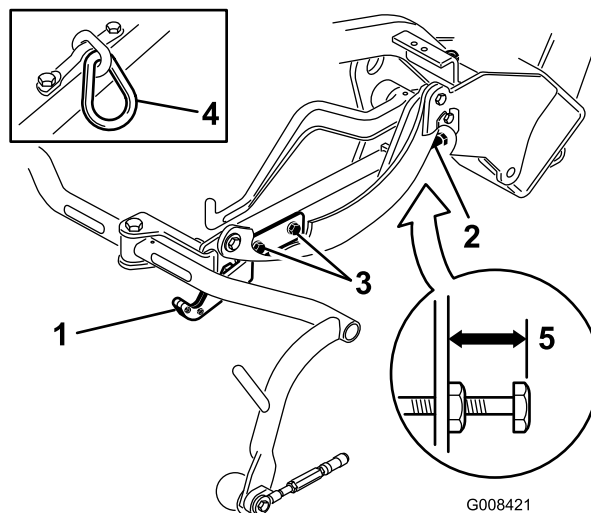
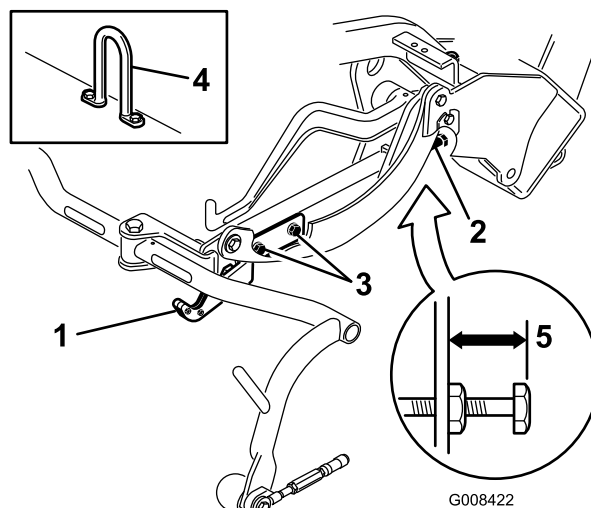
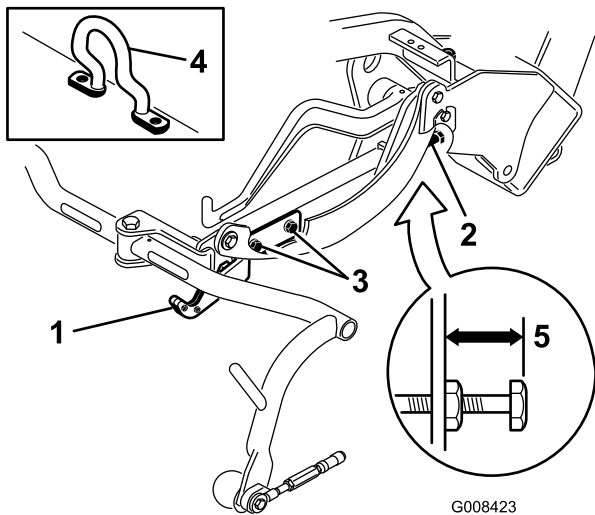

Figura 19
Figura 20
Figura 21
Verifique a altura de transporte (Figura 19 & Figura 20) e ajuste-a, se necessário.
- Em unidades de corte equipadas com um elo de corrente ou um cilindro de elevação recto (Figura 19 e Figura 20, em destaque) verifique se a distância a partir da parte superior do parafuso de ajuste da estrutura de suporte até à parte posterior da estrutura de suporte é de 22 mm. Se a distância não for de 22 mm, passe ao passo 4. Se a unidade de corte estiver equipada com uma articulação de elevação desviada (Figura 21), avance para o passo seguinte.
- Em unidades de corte equipadas com um elo de corrente ou um gancho de elevação desviado (Figura 21, em destaque) verifique se a distância a partir da parte superior do parafuso de ajuste da estrutura de suporte até à parte posterior da estrutura de suporte é de 25 mm. Se a distância não for de 25 mm, avance para o passo 4.
4. Desaperte os parafusos de montagem da placa de transporte (Figura 19, Figura 20 e Figura 21).
7. Se as estruturas de suporte não estiverem à mesma altura, desaperte a porca de bloqueio no parafuso de ajuste da estrutura de suporte (Figura 19, Figura 20 e Figura 21). Rode o parafuso para fora para elevar e para dentro para descer. Aperte a porca de bloqueio depois de alcançar a altura adequada.